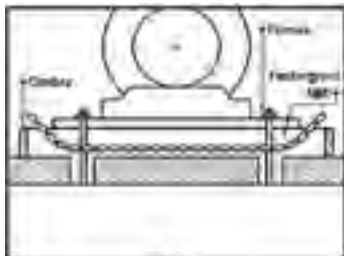

Fig. 1. Asentar maquinaria pesada
- Asentar y nivelar cualquier tipo de maquinaria pesada, como turbinas, bombas, compresoras, etc., sujetas a vibraciones moderadas (fig. 1)